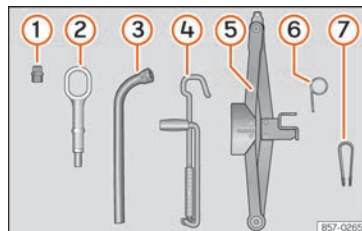

Fig. 73 Dans le coffre à bagages, sous le revêtement du plancher de chargement : outillage de bord.
- Encastrez la pince en plastique (outillage de bord » » fig. 73 ⑦) sur le capuchon jusqu'à ce qu'elle s'emboîte » » fig. 75.